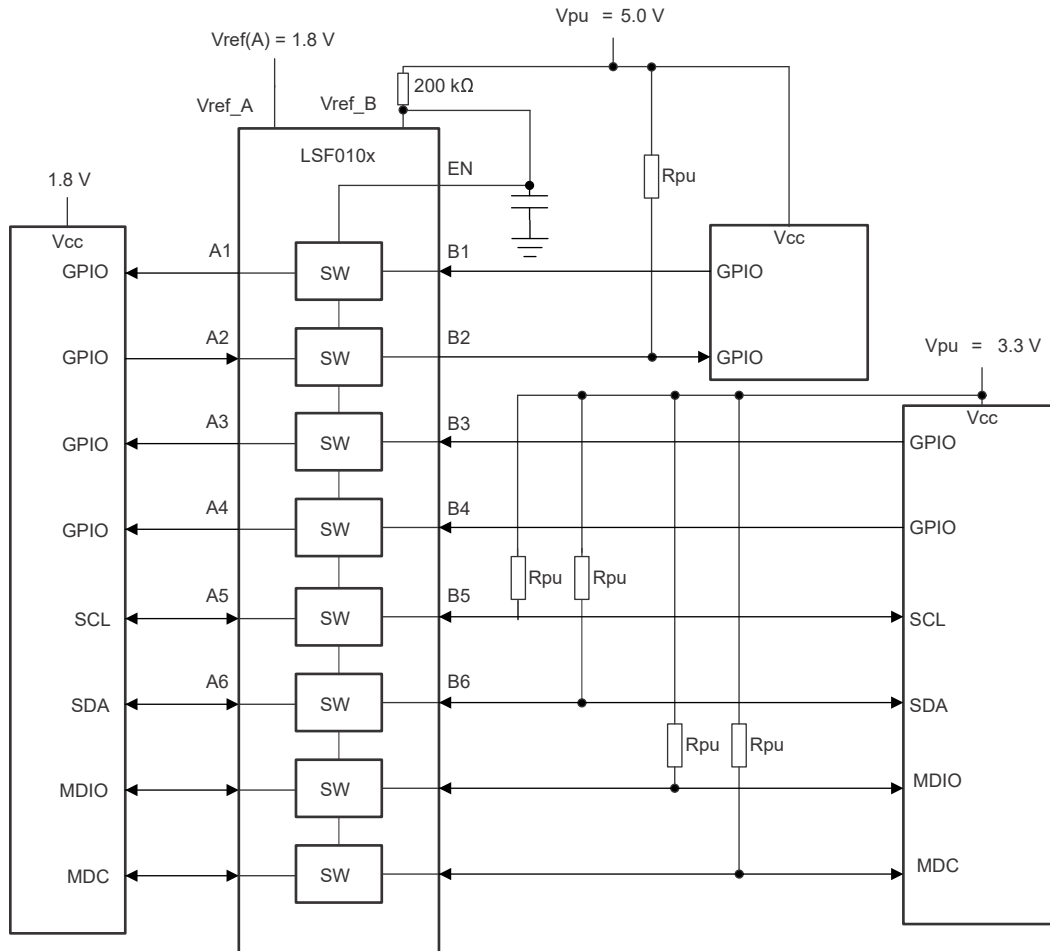

图 9-4. 使用 LSF010x-Q1 进行多电压转换
每个通道的电源电压 ( $V_{PU}$ ) 可由一个上拉电阻器单独设置。图 9-4 展示了这种混合模式多电压转换的示例。有关多电压转换的更多详细信息，请参阅 使用 LSF 系列进行多电压转换 视频。
**典型运行 ( $V_{\text{ref}_B} > V_{\text{ref}_A} + 0.8\text{V}$ )：**在这种情况下，A 侧不需要上拉电阻器来实现正确的下行转换，如图 9-4 的通道 1 和 2 所示。该器件的典型工作模式可确保，在从 B 到 A 下行转换时，A 侧 I/O 端口将钳制于  $V_{\text{ref}_A}$ ，提供适当的电压转换。有关器件运行的更多说明，请参阅使用 LSF 系列进行下行转换视频。